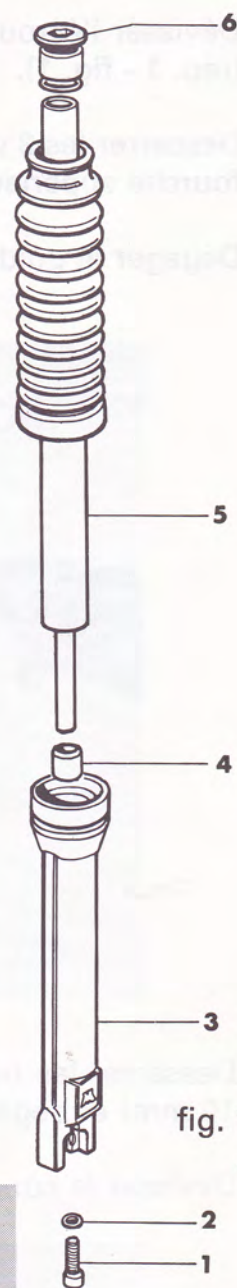

fig. 1
- **Déposer la vis à 6 pans creux (rep. 1 - fig. 1 - clé mâle de 6 mm) en maintenant le fourreau (rep. 3 - fig. 1) vers le haut** afin que le cône de fin de course (rep. 4 - fig. 1) ne se déboîte pas de la tige (rep. 5 - fig. 1).
- Reposer la vis 6 pans creux inférieure (rep. 1 - fig. 1) en s'assurant que la rondelle joint (rep. 2 - fig. 1) est bien en place. Bloquer cette vis; si elle tourne, comprimer l'élément et visser.
- Déposer le bouchon supérieur (rep. 6 - fig. 1) clé mâle de 12 mm (fig. 2).
- Introduire 100 cm3 d'huile B.P. LHM. (fig. 2) et remettre le bouchon (rep. 6 - fig. 1).
Si lors de la vidange le cône de fin de course (rep. 4 - fig. 1) se déboîte, il suffit de déposer le fourreau (rep. 3 - fig. 1) pour le remettre sur la tige (rep. 5 - fig. 1) en l'immobilisant à la graisse.
- Dévisser l'écrou supérieur de direction (clé de 30 mm) et déposer sa rondelle (rep. 1 - fig. 1).
- Desserrer les 3 vis 6 pans creux (clé mâle de 6 mm) de blocage de la plaque de fourche supérieure sur la colonne et sur les tubes (rep. 2 - fig. 1).
- Dégager le guidon avec la plaque de fourche supérieure (rep. 3 - fig. 1).
- Récupérer le cône de fin de course qui risque de rester dans le fourreau (voir fig. 1 - page 7 - rep. 4).